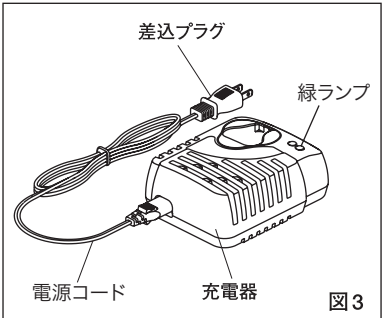

図3
② 電源コードと充電器を接続してから電源コードの差込プラグを電源に差し込んでください。緑ランプがゆっくり点滅していることを確認してください。緑ランプの点滅は充電可能な状態を表します。(図3)